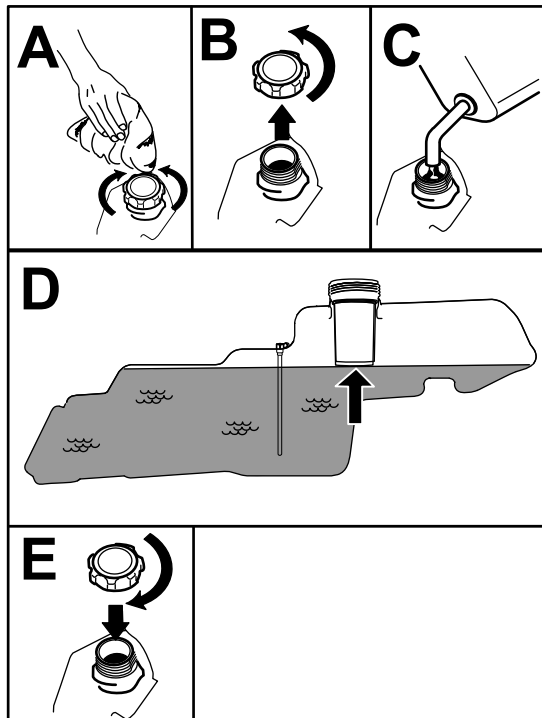

Figura 7
5. Umplei rezervorul de combustibil până la partea inferioară a buonului (Figura 7). Nu umplei în totalitate rezervorul de combustibil.